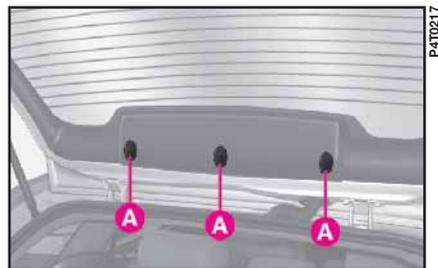

fig. 44
1) Enlever les trois couvercles A (fig. 44) à l'aide d'un tournevis.